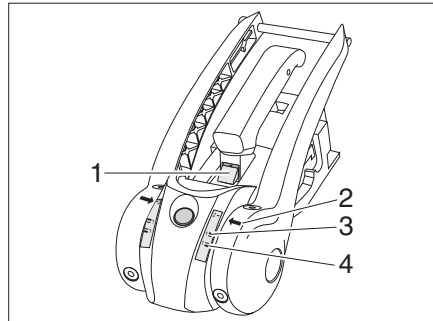

Bild 150 Verschleißkontrolle Reibbeläge
- Wenn die grüne Markierung sichtbar ist (Bild 150,1), sind die Reibbeläge vorn und hinten noch in Ordnung. Ist die grüne Markierung nicht mehr sichtbar, müssen die Reibbeläge gewechselt werden.
- Ist der Pfeil (Bild 150,2) unterhalb der Softdockmarkierung 1-grün, (Bild 150,4) sind die Reibbeläge rechts und links in Ordnung. Ist der Pfeil (Bild 150,2) oberhalb der Softdockmarkierung 1-rot (Bild 150,3), müssen die Reibbeläge gewechselt werden.
- Wenn die grüne Markierung sichtbar ist (Bild 150,1), ist die Kupplungskugel in Ordnung. Ist die grüne Markierung nicht mehr sichtbar, ist der Durchmesser der Kupplungskugel $< 49\text{mm}$ und die Kupplungskugel muss gewechselt werden.